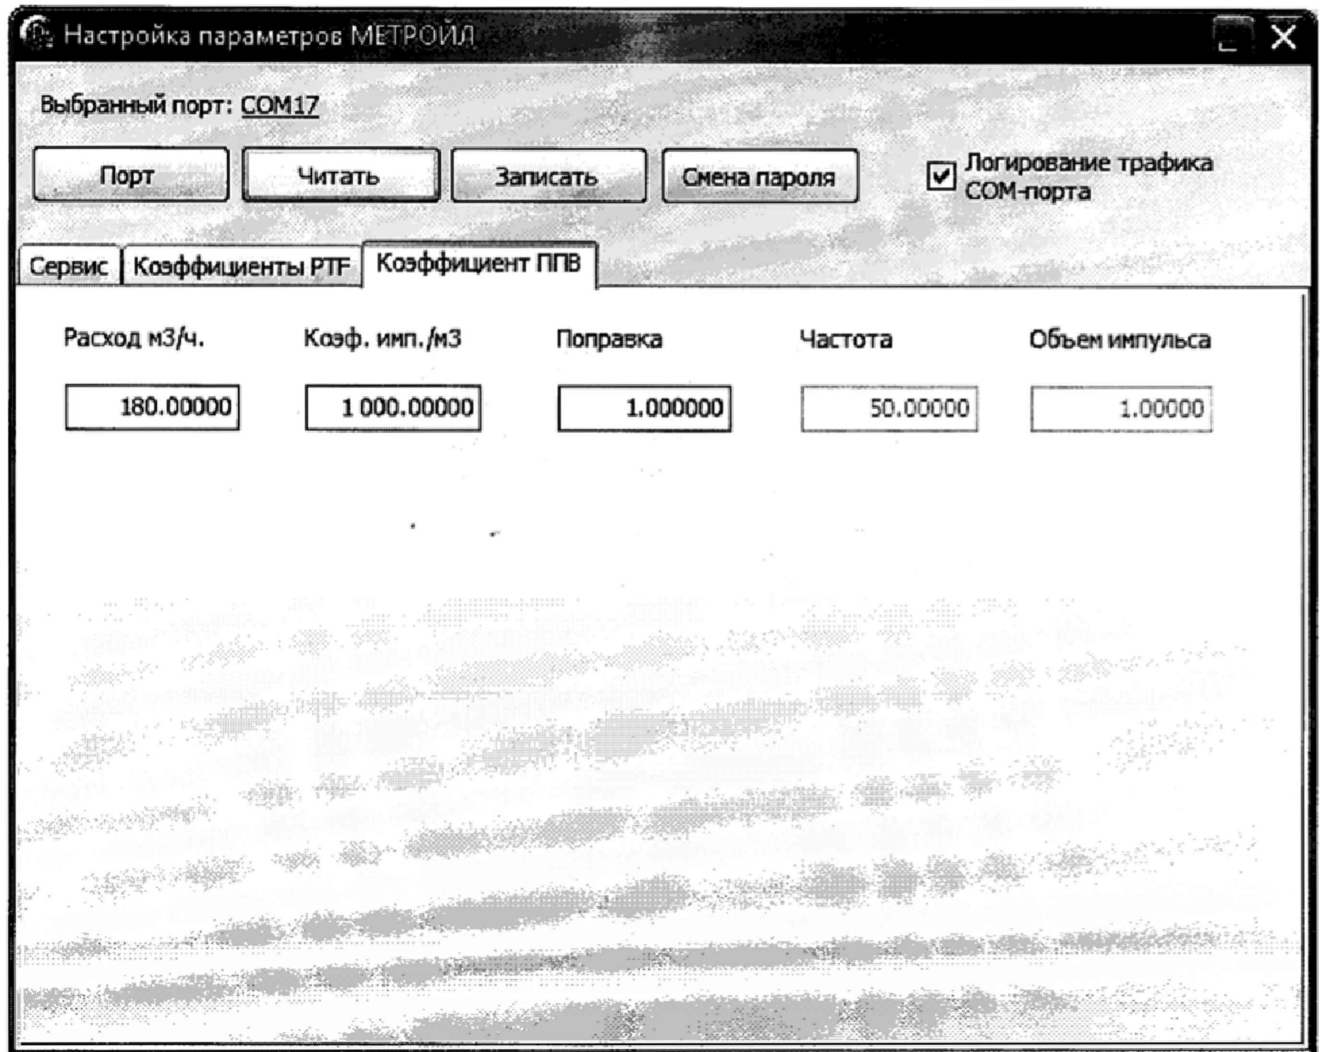

Рисунок 11.
11.2.1.4 Вкладки «Коэффициенты РТФ»/ «Коэффициенты ППВ» служат для изменения параметров поправочных коэффициентов для счетчика жидкости «РТФ»/ «ППВ»: указать расход жидкости, кол-во импульсов на 1 м³ при данном расходе, поправку к «Коэф. имп./м³» (рисунок 11).